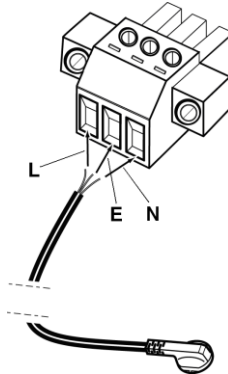

图23 交流电源线连接示意图
1. 将提供的交流电源接线一端剥去 20mm，连接到主电源接线端子，如图 23 所示。
1. 将提供的交流电源线一端剥去 20mm，连接到主电源接线端子，请参考图 23 所示。